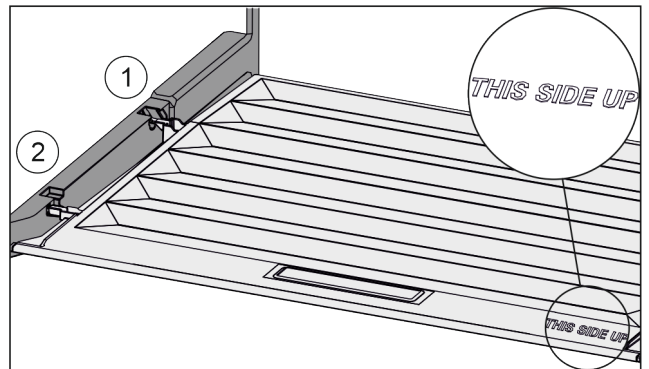

Fig. 49
- ▶ Deckelstege über Öffnung der hinteren Halterung Fig. 49 (1) einführen und vorne in Halterung Fig. 49 (2) einrasten.